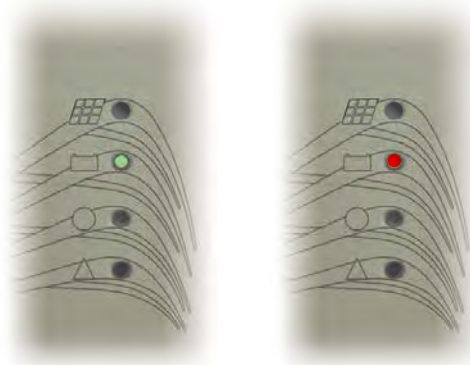

Figura 51 Indicador de estado
Al final de la transferencia de archivos, el indicador luminoso de **ESTADO** del FLEXmax 100 parpadeará en verde rápidamente. Cambiará a rojo intermitente lentamente, luego parpadeará en rojo más rápidamente. Consulte la Figura 51 (en la próxima página) o la página 29.
9. Con el botón **RESET** todavía presionado, observe los indicadores luminosos en el FLEXmax 100. (Consulte la Figura 51). Cuando el indicador luminoso de **ESTADO** parpadea en verde rápidamente, el proceso de programación ha comenzado. Es seguro soltar el botón.